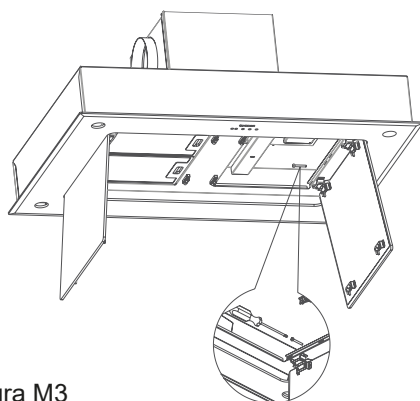

Figura M3
- Per l'installazione a soffitto, sollevare la cappa fino al soffitto, collegare saldamente la tubazione di scarico alle prese di ventilazione della scatola motore e la spina all'alimentazione, e poi installare la cappa a soffitto. Avvitare dall'interno (fig. M3) tramite la piastra laterale verso i telai in legno precedentemente preparati.